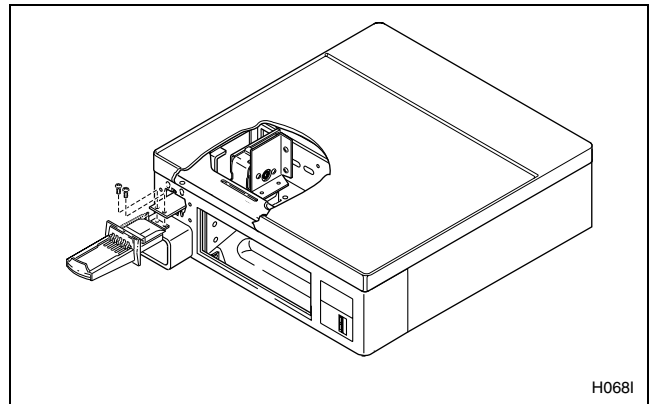

Figura 3
6. Monte la extensión del tragamonedas (No. 685593) en el lado superior del tragamonedas utilizando dos tornillos y arandelas de seguridad (No. 03950) y apriete firmemente los tornillos. Consulte la *Figura 3*.